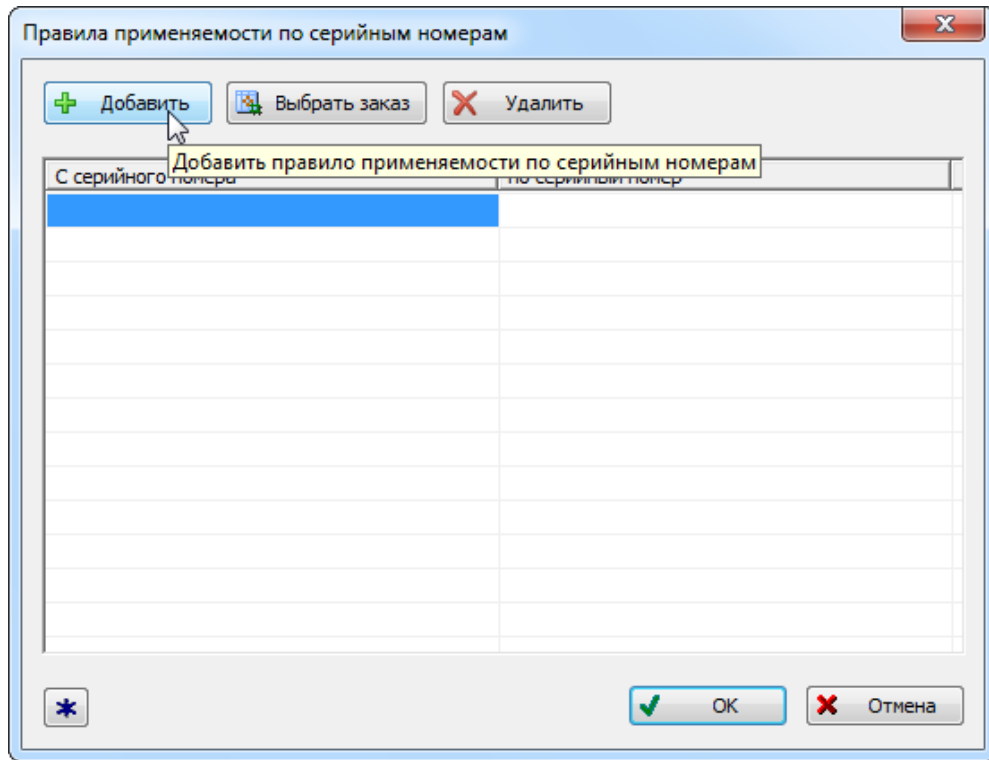

Рис. 13-105 – Ввод нижней границы диапазона серийных номеров
5) Для ввода серийного номера нажать кнопку «Добавить» в окне «Правила применимости по серийным номерам» (рис. 13-105).